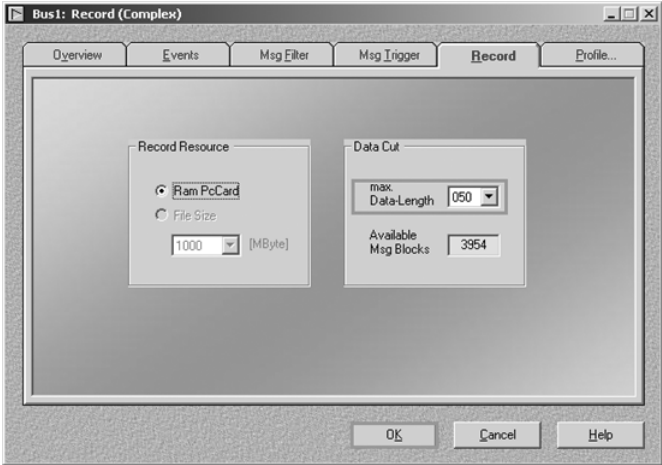

图 12-117 定义被记录消息的最大长度
6) 定义被记录消息的最大长度。在“Record (Complex)”对话框中, 选择“Record”选项框, 定义被记录消息的最大长度, 本例中设置为 50 B。之后单击“OK”按钮, 开始启动诊断事件记录, 如图 12-117 所示。